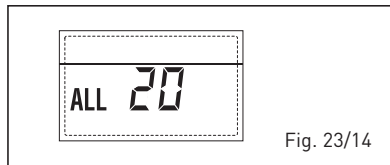

Fig. 23/14
- ANOMALIA AVARIA SONDA IMPULSÃO PRIMEIRA ZONA MISTURADA “ALL 21” (fig. 23/15)